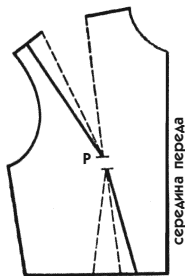

Рис. 132
1. Скопируйте базовое лекало переда лифа, но вытачки обозначьте пунктирными линиями (рис. 132).
2. Представим, что требуется сдвинуть вытачку от талии на 2,5 см к середине переда, а вытачку от груди — на 3 см ближе к пройме. Сплошными линиями проведите новые линии вытачек, как показано на рис. 132 (вы увидите на чертеже, что это простое перемещение вытачки).
5. Чтобы выполнить рис. 132 и 133, вам пришлось сдвинуть обе линии вытачки талии. Очевидно, что и в данном случае надо сделать то же самое, но сдвиг будет происходить внизу баски. Вы приступите к этому небольшому исправлению, когда вам представится возможность, то есть когда распах между двумя линиями вытачки баски будет достаточным, чтобы разрезать ткань, как того обязательно требует сдвиг. Чтобы лучше представить себе это, проделайте опыт на кусочке ткани. В противном случае вам придется более короткую сторону вытачки растягивать утюгом, чтобы она сравнялась по длине с другой.